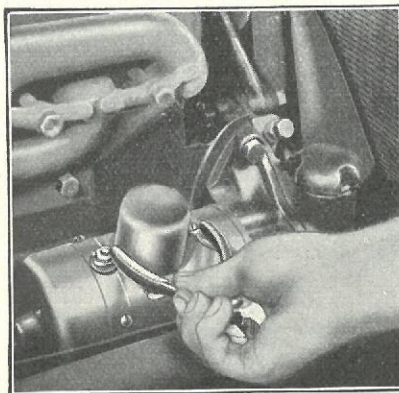

Fig. 510
- 1068** Hvis en magnetisk eller syngende Lyd høres i Dynamo, og Amperemetret ikke viser Udslag, anbring da Enderne af en Tang paa begge Relaisets Polskrue (Fig. 510), medens Motoren gaar med en Fart svarende til ca. 30 km i Timen. Hvis Amperemetret nu viser Opladning, ligger Fejlen i Relaiset, og et nyt Relais paasættes. Hvis Amperemetret ikke viser Udslag, hidrører Fejlen sandsynligvis fra et Ledningsbrud og kan rettes, som beskrevet i Kapitel XXXIX.